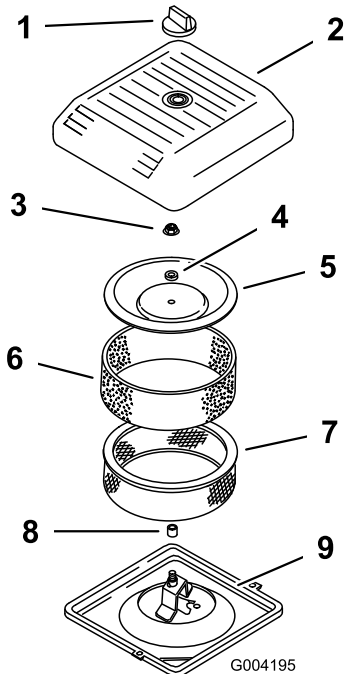

图 155
3. 拧下旋钮并取下空气滤清器盖 图 155。
4. 小心将泡沫预滤器滑出纸质滤芯 图 155。
5. 拧下护罩螺母并取下护罩、隔片和纸质过滤器 图 155。